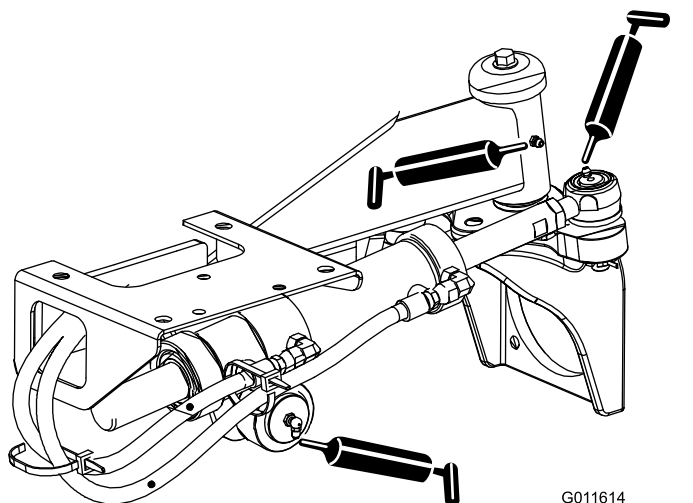

Рисунок 46
- Шаровые опоры гидроцилиндра рулевого управления (2 шт.) и задняя ось (1 шт.) —Рисунок 46